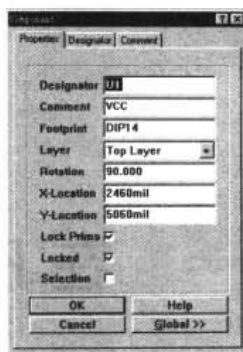
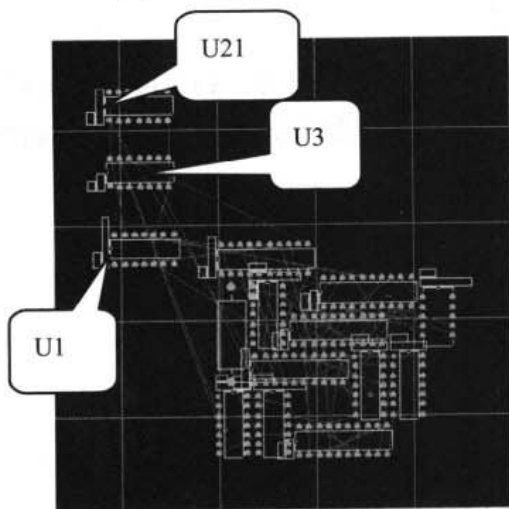
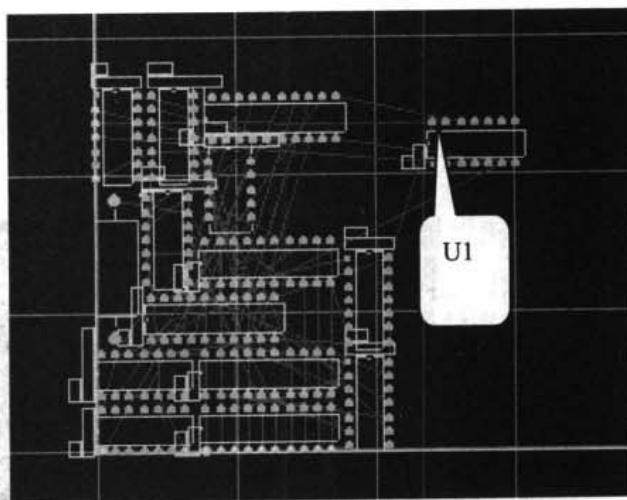

图 13-2 元件手工定位
图 13-3 U21、U3、U1 手工定位后自动布局效果图
图 13-4 U1 采用手工定位后自动布局效果图
- (2) 在 PCB 板中,将鼠标移动到需要定位的元件上,双击鼠标左键,弹出如图 13-2 所示的 Component (元件) 属性对话框;在对话框中 Locked 选项后的方框内单击鼠标左键,出现符号“√”,可选中 Locked 选项。
- (3) 在图 13-2 所示对话框中，单击 Layer 下拉列表框右边的下拉按钮 ▼，在弹出的下拉菜单中选择手工定位元件的所在层 Top Layer；在 X-Location、Y-Location 选项中输入元件的坐标，定位元件在 X 轴和 Y 轴的坐标位置；设置好后，再单击 OK 按钮。
- (4) 按照上面的步骤，可以对需要定位的元件一一进行手工定位；
- (5) 手工定位的元件，在自动布局时，系统将不对其进行布局。其他元件的布局，将以手工布局的元件位置为参考，围绕手工定位元件进行。U1、U3、U21 全部采用手工定位的元件自动布局 and 只有 U1 采用手工定位后自动布局的效果对照，如图 13-3 和图 13-4 所示。
- (6) 如果要使手工定位的元件能自动布局，可以在图 13-2 中，去掉选择 Locked 选项。